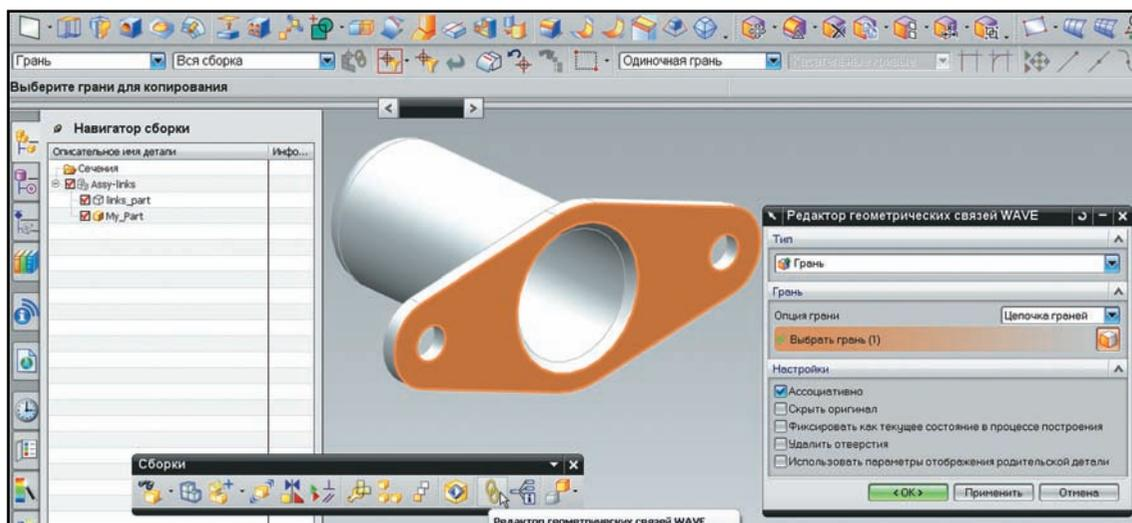

Рисунок 4.1. Создание межмодельной связи
- На той же инструментальной панели нажмите кнопку **Редактор геометрических связей WAVE (WAVE Geometry Linker)** или воспользуйтесь пунктом главного меню **Вставить > Ассоциативная копия > Редактор геометрических связей WAVE (Insert > Associative Copy > WAVE Geometry Linker)**. Скопируем в новый компонент геометрию существующей детали, выбрав в появившемся диалоге тип геометрии **Грань (Face)** и указав на торцевую грань модели (рис. 4.1).